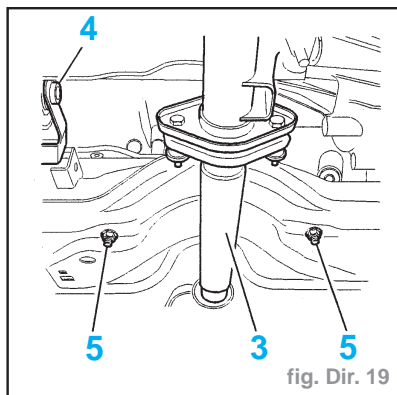

fig. Dir. 19
- Déposer le tube avant d'échappement (3) (fig. Dir. 19).
- la fixation (4) de la biellette anticouple sur cale élastique
- les écrous (5)